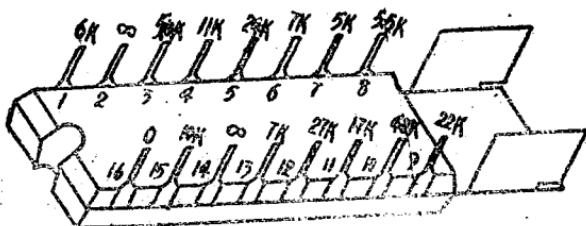

图18 AN5250开路电阻值
6. 开路电阻值(500型万用表1K档黑表笔接⑯脚)：见图18